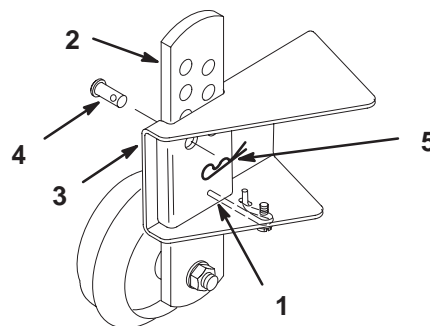

Figure 3
5. Comprimez le ressort anti-vibration, glissez la plaque de réglage de la roue de jauge dans le support de la roue et fixez-la à l'aide de l'axe et de la goupille fendue (Fig. 3).